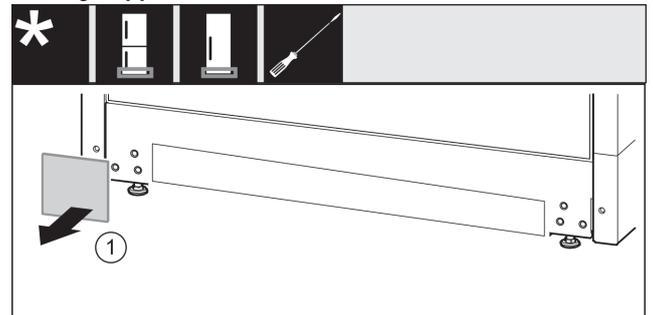

Fig. 36
- ▶ Rimuovere la copertura Fig. 36 (1).